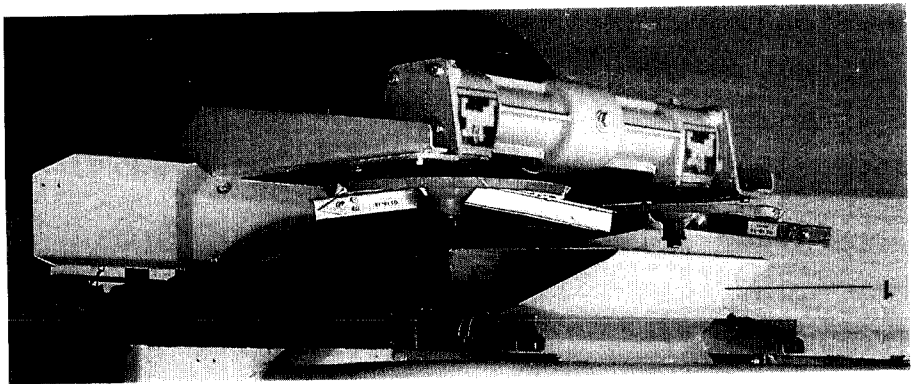

Fig. 7.16
- Trichterrutsche (Fig. 7.16/1) nach Figur 7.17 befestigen.